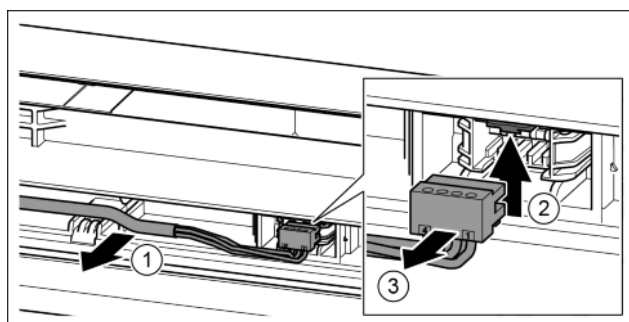

Fig. 22
- ▶ Ostrożnie wyjąć szary kabel z prowadnicy w drzwiach. *Fig. 22 (1)*
- ▶ Nakładkę wcisnąć w górę. *Fig. 22 (2)*
- ▶ Ostrożnie wyjąć wtyczkę. *Fig. 22 (3)*